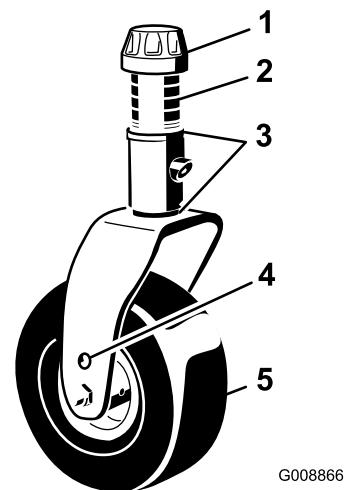

Figura 20
1. Coloque os eixos da roda giratória nos mesmos orifícios em todas as forquilhas da roda giratória (Figura 20 e Figura 22).
2. Retire a tampa de tensionamento do eixo roscoado e desloque o fuso para fora do braço da roda giratória (Figura 20).